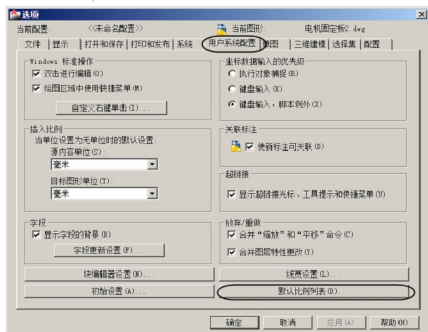

图 8-22 【用户系统配置】选项卡
① 打开【选项】对话框中的【用户系统配置】选项卡, 如图 8-22 所示;